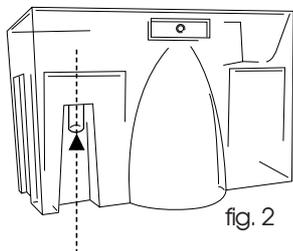

fig. 2
- 2) Perforar el depósito en el interior de la boquilla utilizando una perforadora con broca fina (Fig. 2)